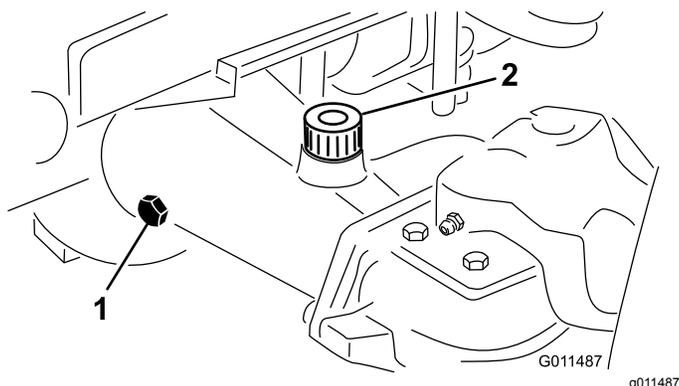

Рисунок 18
2. Снимите контрольную пробку с одного конца моста и убедитесь, что масло доходит до низа отверстия (**Рисунок 18**).